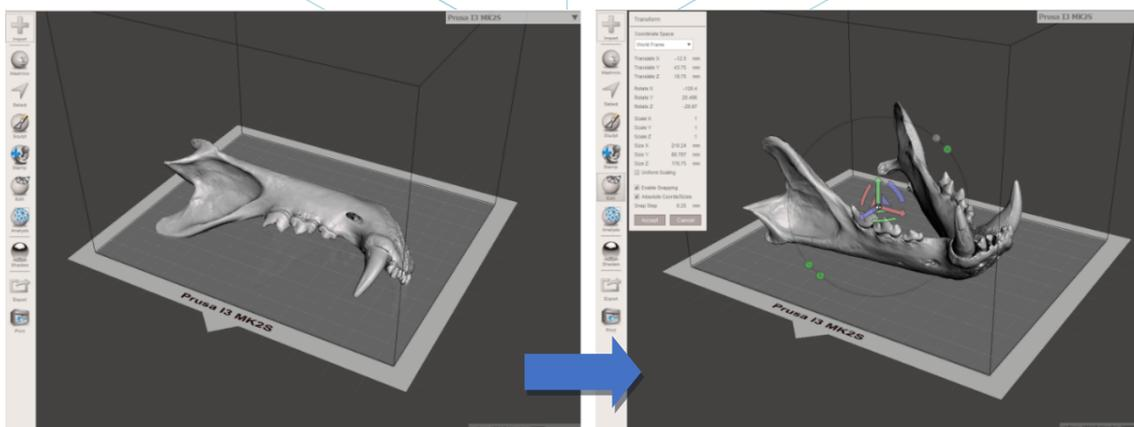

Abbildung 13: Positionierung des Modells im Meshmixer. [29]
- [29]Abbildung 13: Positionierung des Modells im Meshmixer. Quelle: CETEM